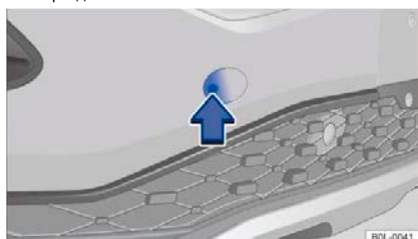

Рисунок 123 Верхняя правая сторона переднего бампера: снимите крышку
- Нажмите на правую часть крышки в направлении стрелки → рис. 123, освободите защелку крышки.